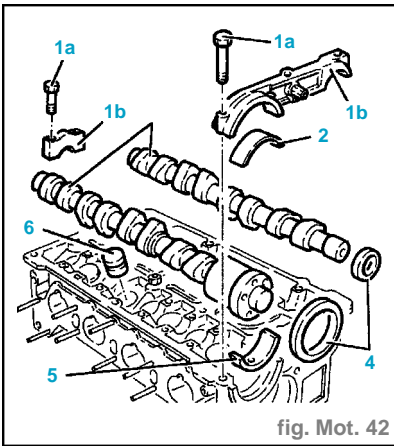

fig. Mot. 42
- Dévisser les vis (1a) et déposer les chapeaux des arbres à cames (1b) (fig. Mot.42).